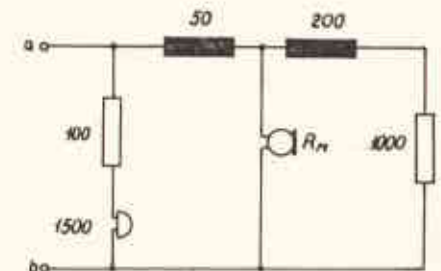

Abb. 2.8 – Stromlaufplan
4. Für einen Fernsprechapparat nach Abb. 2.8 betragen der Leitungswiderstand $R_L = 800\ \Omega$ und der Gesamtwiderstand des in der Vermittlungsstelle befindlichen Speiserelais $R_A = 1000\ \Omega$. Der Widerstand des Kohlemikrofons wird auf $100\ \Omega$ geschätzt. Die angeschaltete Betriebsspannung beträgt $U = 60\ \text{V}$. Wie groß sind der Gesamtwiderstand des Sprechapparats, des Hauptanschlusses einschließlich der Ortsanschlußleitung und der Speiserelaiswicklungen sowie die Strom- und Spannungsaufteilung im gesamten Stromkreis?